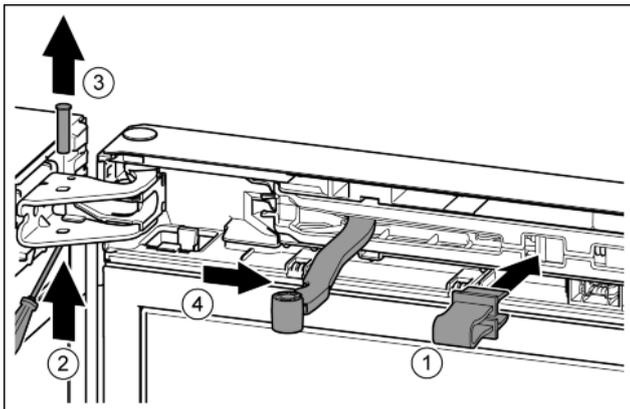

Fig. 13
- ▶ Sicherung in Öffnung einrasten. *Fig. 13 (1)*
- ▶ Bolzen mit Schraubendreher T15 herausschieben. *Fig. 13 (2)*
- ▶ Bolzen nach oben herausnehmen. *Fig. 13 (3)*
- ▶ Gelenk in Richtung Tür drehen. *Fig. 13 (4)*